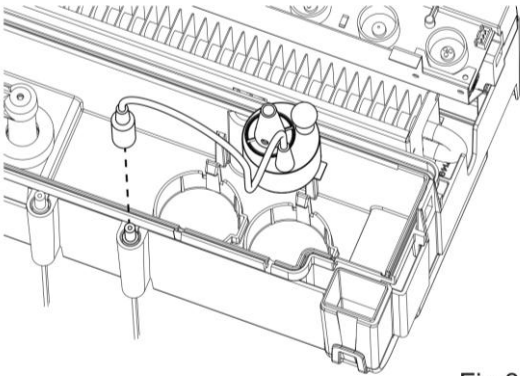

Fig 30
7. Leeren Sie die Wanne vorsichtig im Becken und achten Sie darauf, dass der Umformer (Abb. 30) sich mithilfe eines Befestigungsclips nicht bewegt.
Der Umformer ist ein Verbrauchsgut und muss mit der Zeit vielleicht je nach Abnutzung ersetzt werden. Ersatzumformer können Sie bei Ihrem Händler einkaufen. Der Umformer wird in der Wanne mit einem Plastikclip befestigt. (Abb. 30).